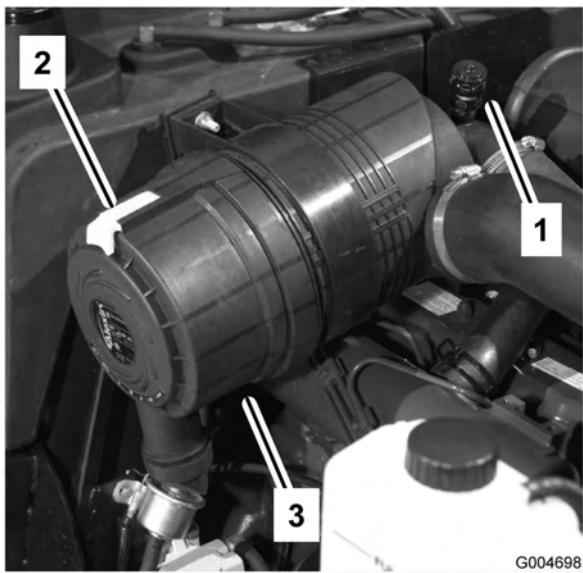

Figura 45
Faça a manutenção dos filtros de ar sempre que o indicador (Figura 45) do filtro do ar o indicar ou a cada 400 horas de funcionamento da máquina (com maior frequência em condições de trabalho muito sujas ou poeirrentas). Não efectue a manutenção do filtro de ar com demasiada frequência.
1. Puxe o trinco para fora e rode a cobertura do filtro de ar no sentido contrário ao dos ponteiros do relógio. Retire a cobertura do corpo (Figura 45). Limpe o interior da cobertura do filtro de ar.
6. Reinicie o indicador (Figura 45) se este se apresentar vermelho.